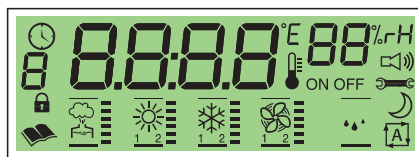

Fig. 2
N. B. La Fig. 2 illustra tutti i simboli e le scritte visualizzabili dal display, situazione, che si verifica allo start del regolatore.
N.B. Fig. 2 illustrates all the symbols and the messages shown on the display; this occurs on starting the regulator.